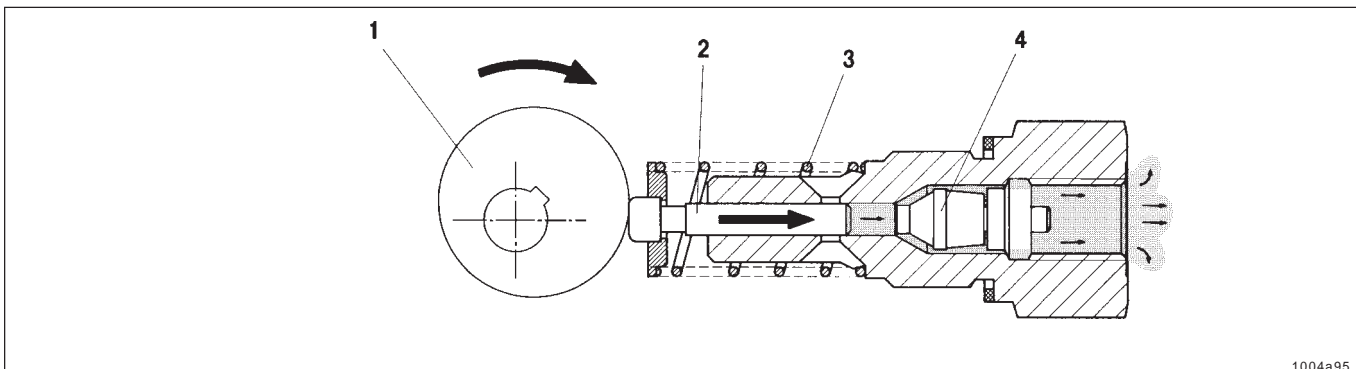

Abb. 6: - Pumpenelement fördert
- fördert der Kolben 2 den Schmierstoff über Verteiler zu den angeschlossenen Schmierstellen, siehe Abb. 6.